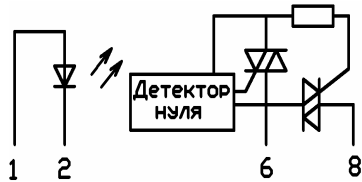

Рис. 1 – Функциональная схема оптоэлектронного коммутатора с симисторным выходом
- 1) оптоэлектронные коммутаторы с симисторным выходом и выключением при переходе фазы тока через ноль, например, К294КП8АПЗ (рис.1);